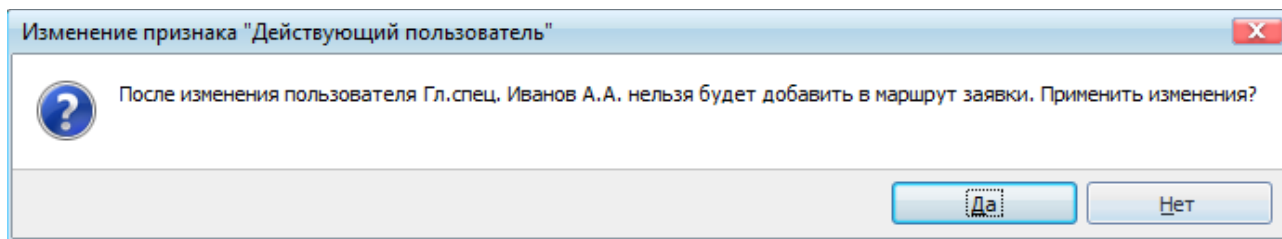

Рисунок 7.39 – Диалоговое окно «Изменение признака «Действующий пользователь»» при снятии флага
- проставлением флага «*Действующий пользователь*» задается пользователь, имеющий право работы с Системой. Для сохранения истории работы с заявками информация о пользователе (например, уволившемся или вышедшем на пенсию) не может быть удалена из БД, поскольку нарушится история рассмотрения старых заявок. Для того чтобы сохранить информацию о пользователе и запретить ему вход в систему, у данного пользователя необходимо снять флаг «*Действующий пользователь*». Также флаг необходимо снять, если пользователь, участвующий в рассмотрении заявок, временно отсутствует (например, в отпуске) и не может принять участия в рассмотрении. При снятии у действующего пользователя флага «*Действующий пользователь*» появляется диалоговое окно изменения признака (Рисунок 7.39).